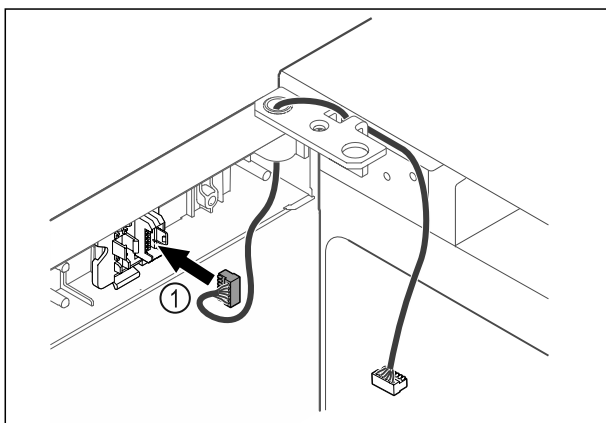

Fig. 44
- Insérer le connecteur Fig. 44 (1) dans le support.